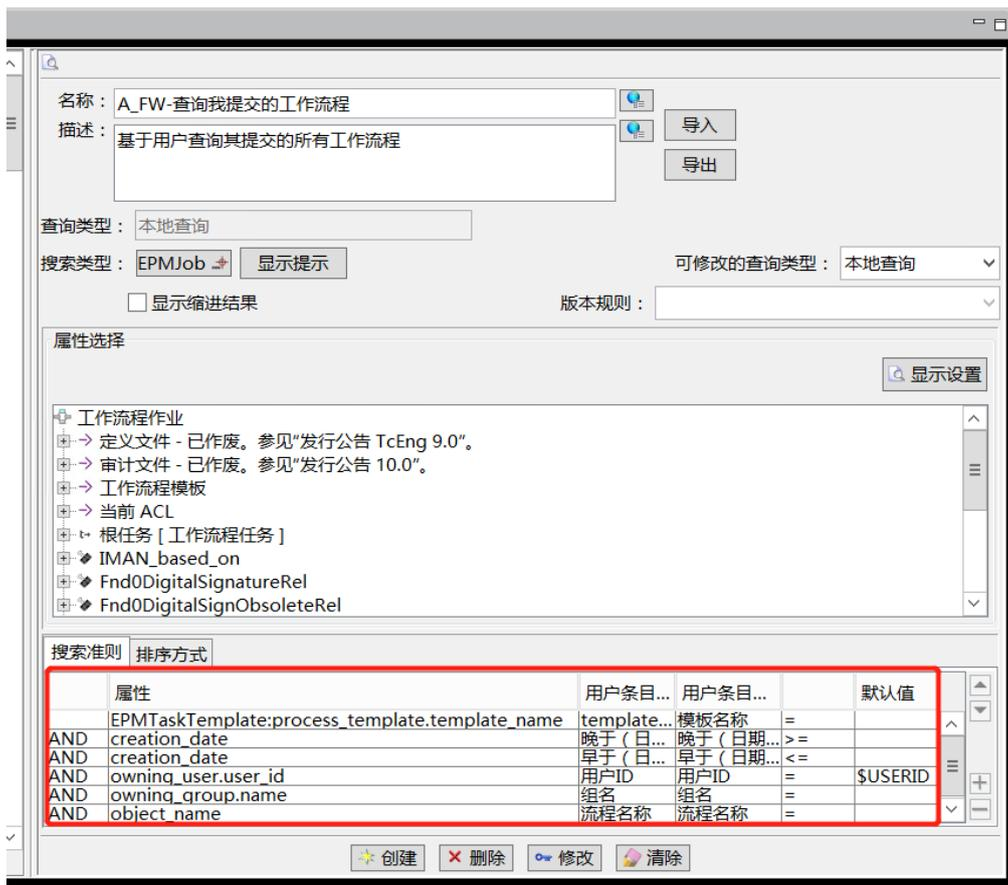

图 2
2.添加查询条件如图 2 所示，如果您找不到查询条件与查询对象的关系，可以通过手动的方式输入“属性”一栏。